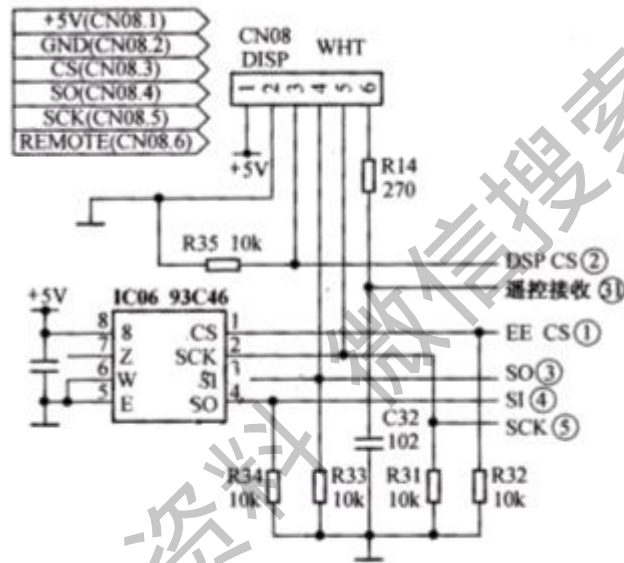

图2-13 E2PROM电路原理图
E²PROM 电路原理图如图 2-13 所示，EPROM 和显示屏数据传输共用两条数据线 SI④和 SO③，另外一条为时钟线 SCK⑤。EPROM 和显示屏分别通过 EECS①和 DSPCS②选择信号。遥控器通过显示屏上的光敏接收头接收遥控器信号，经 RI4 输入芯片的(31)脚(遥控接收端口)。